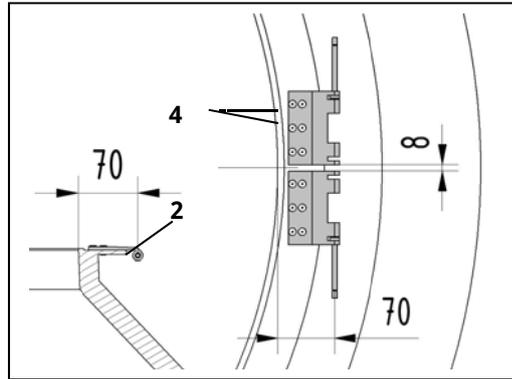

Bild 5: Maß für Scharniere
Den Verriegelungsbolzen mit Distanzbuchse (7) in den Rahmen der Lichtkuppel (2) schrauben (Bild 5) (bei der tandem-Variante 2x).